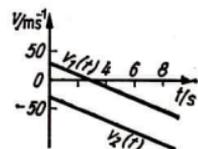

Bild 74
- 2.32 $\Delta s = t(|v_{02}| - |v_{01}|)$ $\Delta s = 300 \text{ m};$ Bild 74